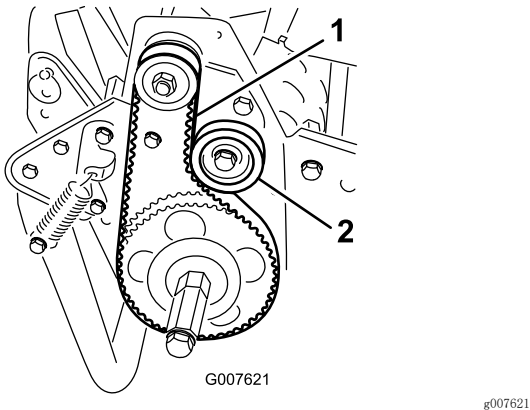

图44
- 使用 18~22N 的作用力按压两皮带轮（图44）中间部位的皮带，检查皮带的张紧力。
- 松开怠轮皮带轮安装螺母，并紧贴着皮带背面顺时针旋转怠轮皮带轮，直至达到所需的皮带张紧力（图44）。